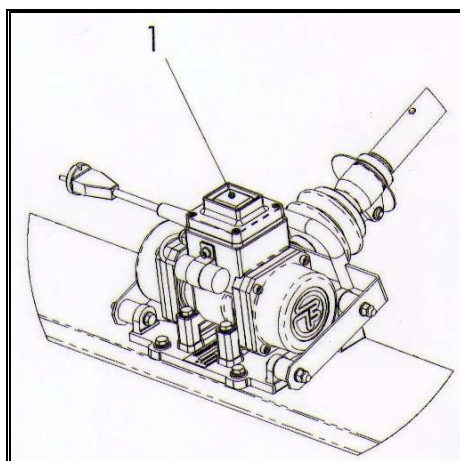

Fig. 1.8-1
- 3 - S'assurer que la position de l'interrupteur de démarrage, **Pos. 1** placé sur la boîte de connexions du moteur n'est pas en position «0» (Voir Fig. 1.8-1).